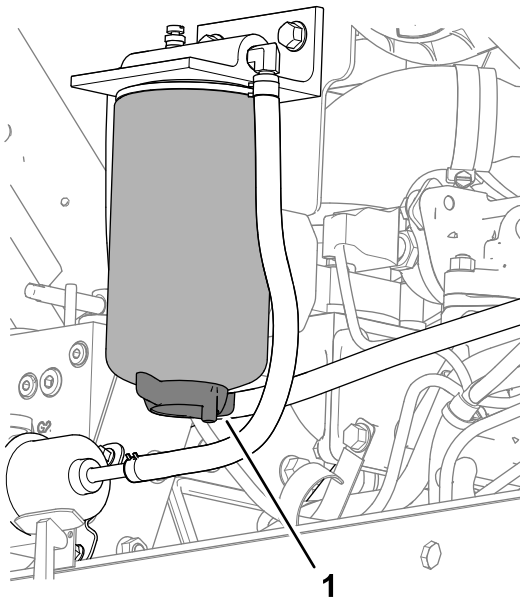

Figure 79
3. Placez un bac de vidange sous le filtre séparateur eau-carburant (Figure 79).